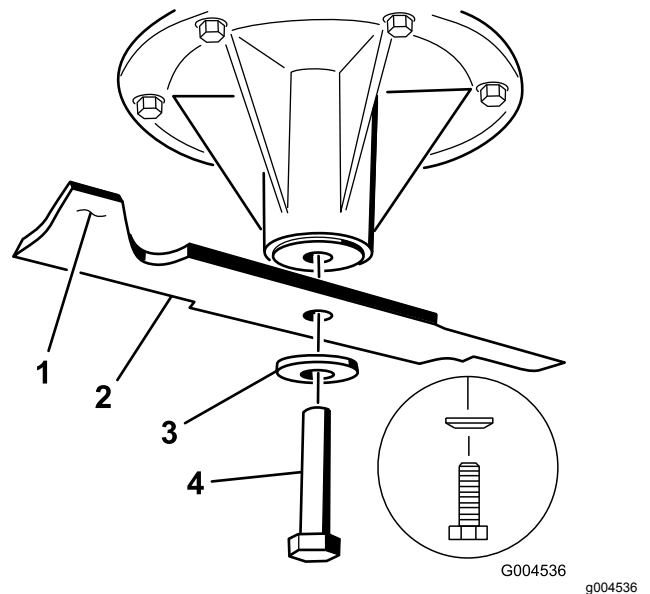

Figura 79
2. Instale la cuchilla en el eje (Figura 79).
3. Instale la arandela curva y el perno de la cuchilla (Figura 79).
Nota: El cono de la arandela curva debe estar orientado hacia la cabeza del perno (Figura 79).